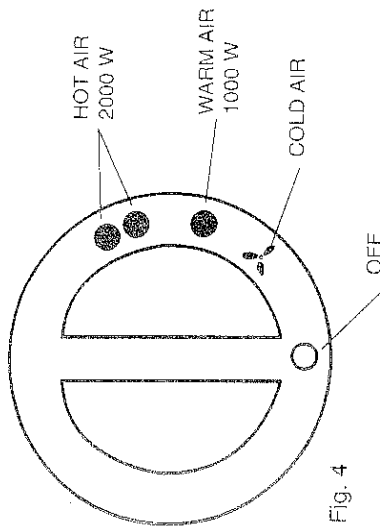

Fig. 4
- Réglez le commutateur (fig. 4) sur la position arrêté.